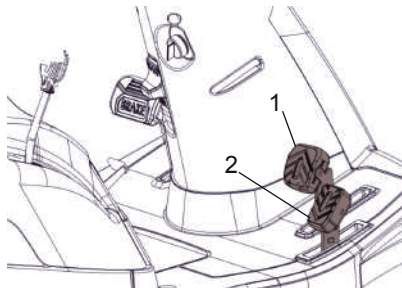

Рис. 26
1. Для начала движения вперед плавно нажмите на педаль переднего хода (рис. 26/1).
2. Для начала движения назад плавно нажмите на педаль заднего хода (рис. 26/2).
- Движение вперед: педаль переднего хода (рис. 26/1);
- Движение назад: педаль заднего хода (рис. 26/2).